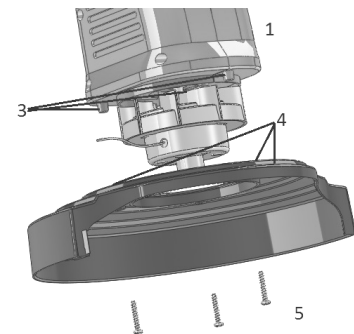
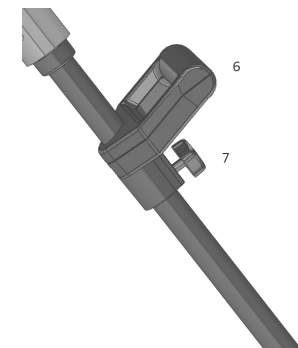

Figura 3
Figura 4
- Monte o protetor (2) no corpo (1), de forma que os três pinos do corpo (3) encaixem nos rebaiques do protetor (4) como na figura 3.
- Fixe o protetor ao corpo com os três parafusos de segurança (5).
- Regule a altura da empunhadura frontal (6) afrouxando a borboleta de regulagem (7) e deslizando o punho para cima ou para baixo, aperte a borboleta de regulagem novamente (Figura 4).